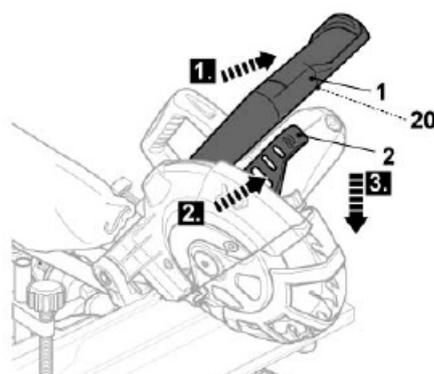

Fig. 44
- > Tenez solidement la poignée [1] et appuyez sur le bouton marche/arrêt [20] (Fig. 44, étape 1). Attendez que la lame tourne à sa vitesse maximale.
- > Appuyez sur la manette de retrait du capot [2] (Fig. 44, étape 2) et faites descendre lentement la lame dans la pièce (Fig. 44, étape 3).